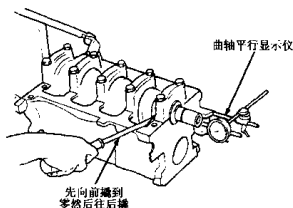

图 1-9 测曲轴之间间隙图
(1) 将曲轴推向发动机后部。
(2) 装上数字显示仪,使显示仪的轴与曲柄凸缘相接触,与曲轴平行,如图 1-9 所示。
(3) 数字显示仪调零,将曲轴向前推并记下读数。
(4) 如果轴向间隙超过了磨损极限,则更换止推轴承,在装新轴承之前检查曲轴止推面是否损坏。如果轴向间隙比最小磨损极限还小,检查轴承止推面是否刮伤、有毛刺、划痕或弄脏。如果止推面没有损坏也没有弄脏,可能是定位没有定好。